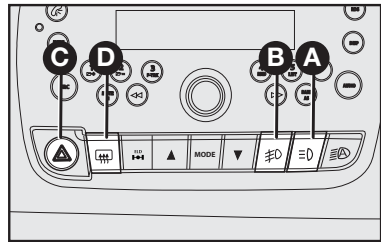

fig. 78
**C** – Botão com indicação de função para ligar/desligar as luzes de emergência **fig. 78**.
O botão de comando **A**–**fig. 78** estará habilitado com seu respectivo LED quando for instalado o componente. Para a instalação dos faróis auxiliares, recomendamos dirigir-se à **Rede Assistencial Fiat**.